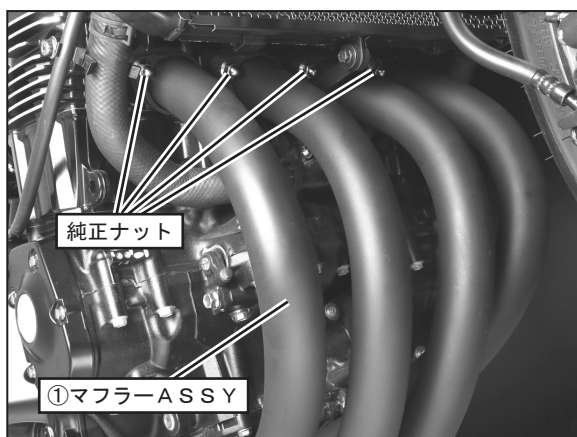

FIG. 8
- ・フランジ・口金には向きがあります。口金はツバのある方がフランジ側になるように取り付けて下さい。フランジの取り付け向きは、FIG. 8を参照して下さい。
8. ①マフラーASSYを排気ポート部に取り付け、フランジを純正ナットを使用して仮締めして下さい。(FIG. 8, 9参照)